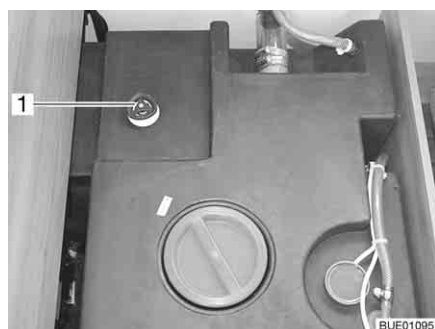

Fig. 202 Depósito de agua con tirador giratorio
- Girar el tirador giratorio (Fig. 202,1) del depósito de agua en sentido contrario a las agujas del reloj sobrepasando la resistencia, para abrir el orificio de salida completamente.